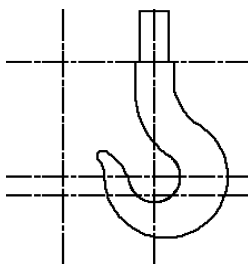

图 5-92 修剪处理
(9) 单击“默认”选项卡“修改”面板中的“修剪”按钮 ，将多余线段进行修剪，结果如图 5-92 所示。